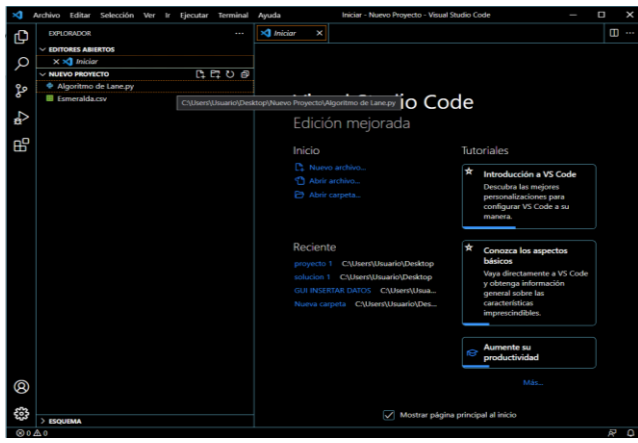
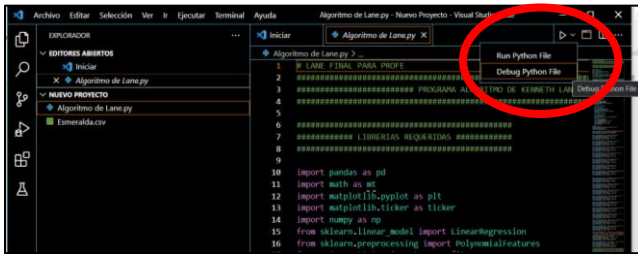
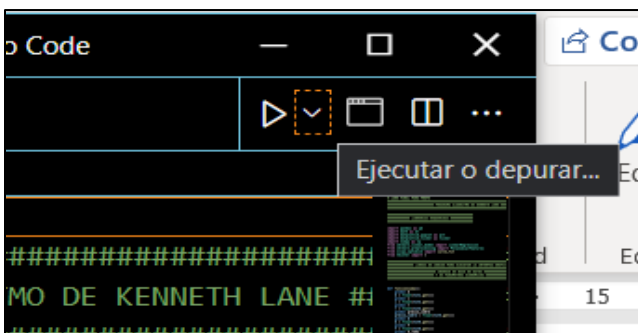

Figura 14: Verificación de los archivos "Esmeralda.csv" y "Algoritmo de Lane.py" en el entorno de Visual Studio Code.
Figura 15: Selección del tipo de terminal recomendado para el usuario para la ejecución del programa.
Figura 16: Acercamiento al botón que debe apretar el usuario para que seleccione el tipo de terminal.
4. Una vez que se encuentre en la ventana (ver Figura 14), hacer clic donde dice Algoritmo de Lane y el usuario debe verificar que el recuadro de la izquierda, donde dice Nuevo Proyecto, se encuentre el archivo “Esmeralda.csv” y el “Algoritmo de Lane”.
- Una vez que el usuario haga clic en "Algoritmo de Lane.py", la ventana (ver Figura 14) cambiara a una ventana que mostrara el código escrito en el lenguaje de programación en Python (ver Figura 15) y desde allí, debe hacer clic en la pequeña flecha que se encuentra al costado superior derecho (círculo rojo) ver Figura 16.
- Una vez haga clic en la pequeña flecha que apunta hacia abajo (ver Figura 16), debe hacer clic donde diga "Debug Python File", de esta forma, el programa comenzará su ejecución y se abrirá la ventana de interfaz gráfica (GUI). La razón de que el usuario en esta etapa escoja la opción "Debug Python File" y no la opción "Run Python File" es que la primera opción